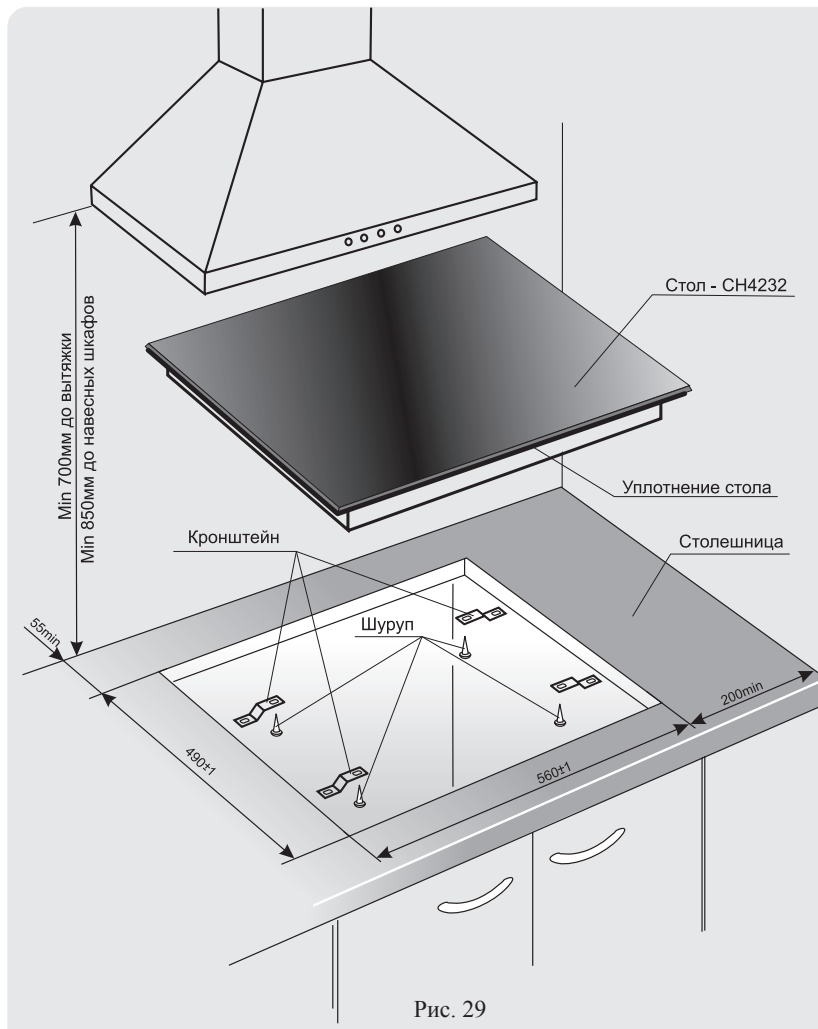

Рис. 29
1. Точно разметить на столешнице контур проема под встраиваемый стол (рис.29). Толщина столешницы - min 30 мм, max 50 мм.